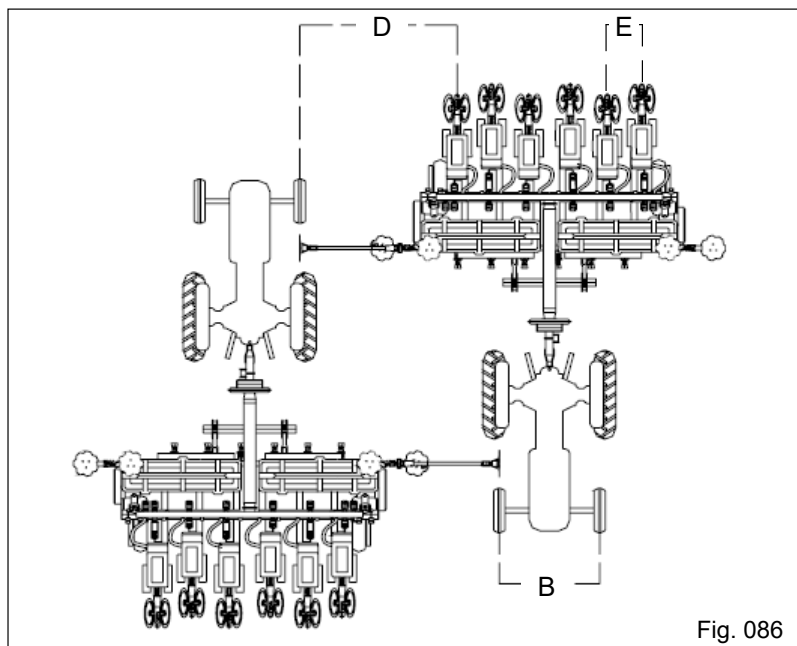

Fig. 086
Para efetuar a regulagem do marcador de linhas, é importante que mantenha na mesma medida a bitola dianteira e traseira do trator "B" e defina o espaçamento entre linhas de plantio "E" (Fig. 086).
- b) Para obter a medida "D" caminhe com o implemento por alguns metros, meça a distância entre o centro do rastro do trator e o centro da primeira linha de semente (Fig. 086);
- a) Afrouxe as porcas do grampo de fixação da haste do marcador, a seguir desloque-a até a posição "D" (Fig. 086). Fixe o grampo novamente;